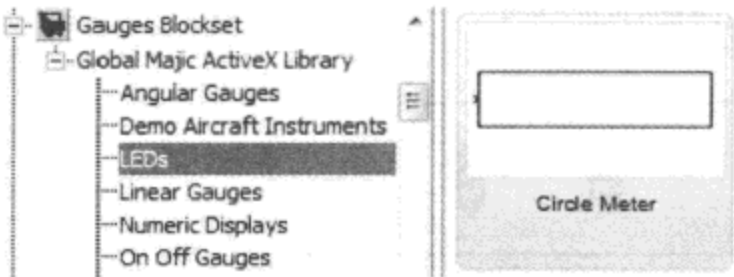
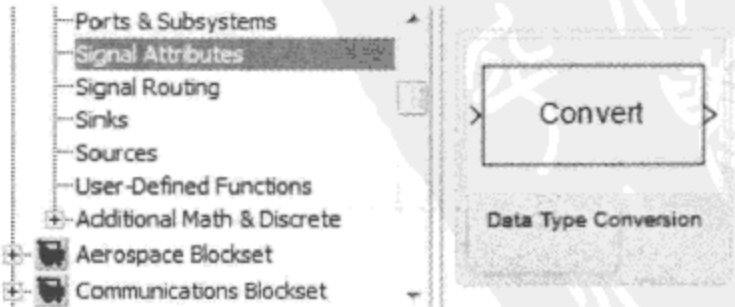
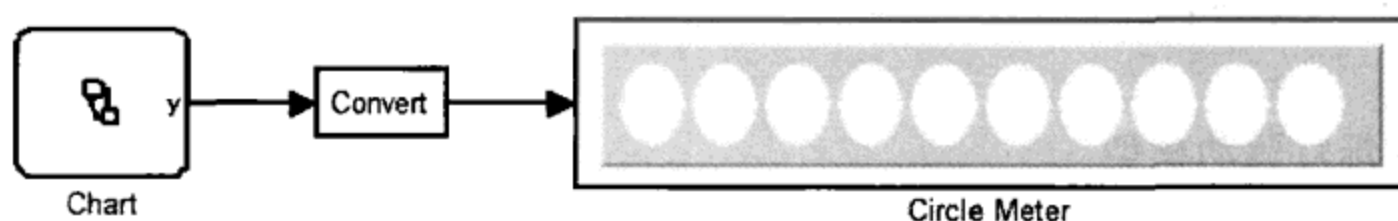
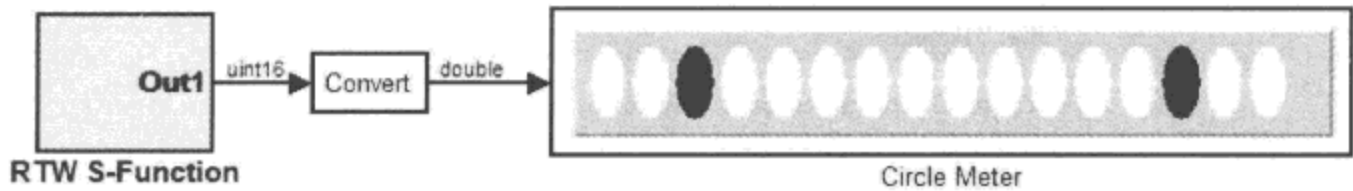

图 7.2.23 Circle Meter 模块
图 7.2.24 数据类型转换模块
图 7.2.25 功能验证模型
图 7.2.38 软件测试结果
完成闪烁灯驱动模型之后,在 Simulink 模块库中找到图 7.2.23、图 7.2.24 所示的各模块,并按图 7.2.25 所示连接。
(1) 数据类型转换。在模块库 Simulink →Ports & Subsystems 中找到模块,替换图 7.2.25 中的 Circle Meter 模块,并将模型另存。
如图 7.2.25 所示,以 SIL 模块替换原有的闪烁灯驱动模型,重建验证模型,该模型的运行结果与功能验证模型是一致的,说明自动生成的代码能实现驱动模型的功能,如图 7.2.38 所示。